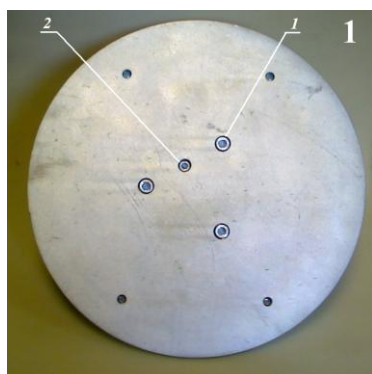

Рисунок 4.3
1) Положить ПДН на стол нагрузочной плитой вверх (рис.4.3). Отвернуть три болта (1) которые крепят датчик силы к нагрузочной плите. Придерживая датчик силы отвернуть монтажный болт\* (2). Осторожно, чтобы не повредить кабель акселерометра, повернуть датчик силы на 90 градусов относительно нагрузочной плиты.